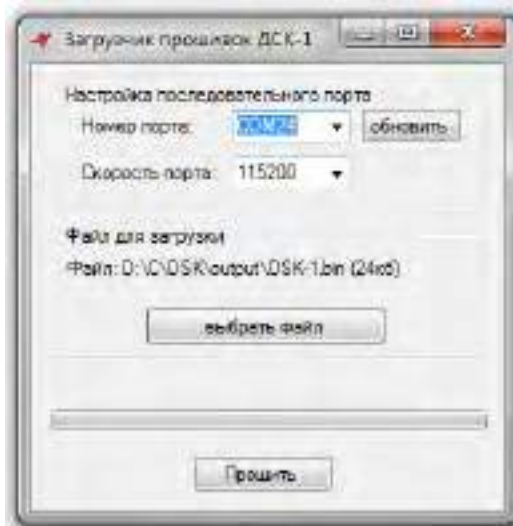

Рисунок 50 – Окно программы «Загрузчик прошивок ДСК-1»
3.19.4 Запустить программу для прошивки (LoadDSK) на ПК (рисунок 50).